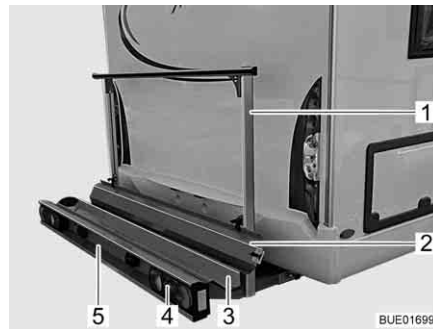
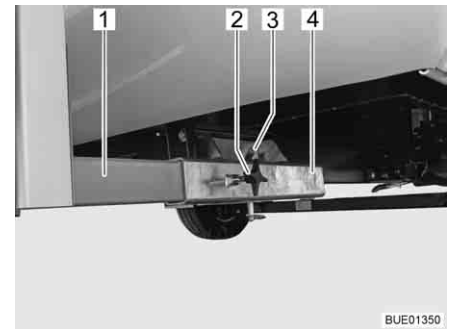

Bild 7 Lasthållare
Bild 8 Fäste på fordonet
Lasthållaren (Bild 7) är avsedd för en motorcykel eller en moped med en vikt på upp till 130 kg.
- Bärplatta (Bild 7,3) och hållbygel (Bild 7,1) med fäste på fordonet (Bild 8)
- Bakljus (Bild 7,4)
- Nummerplåtsbelysning (Bild 7,5)
- Uppkörningsskena (Bild 7,2)
Fäste på fordonet Lasthållarens två längsgående balkar (Bild 8,1) fixeras med vingskruvar (Bild 8,2) i fyrkantfästena (Bild 8,4) i fordonsgolvet. Lasthållaren säkras med en sprint (Bild 8,3) med låsring.